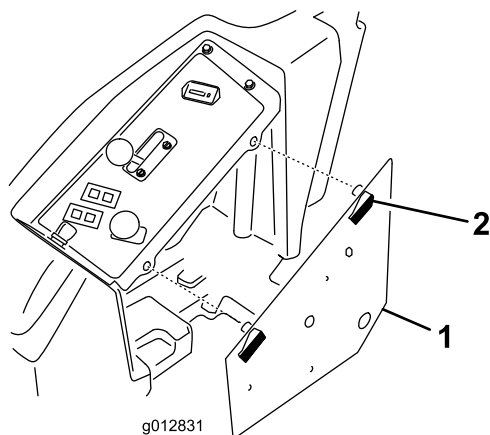

Bild 22
4. Entriegeln Sie die Armaturenbrettdeckung und nehmen sie ab (Bild 22).
6. Entriegeln Sie die Armaturen Brettanabdeckung und nehmen sie ab (Bild 22).